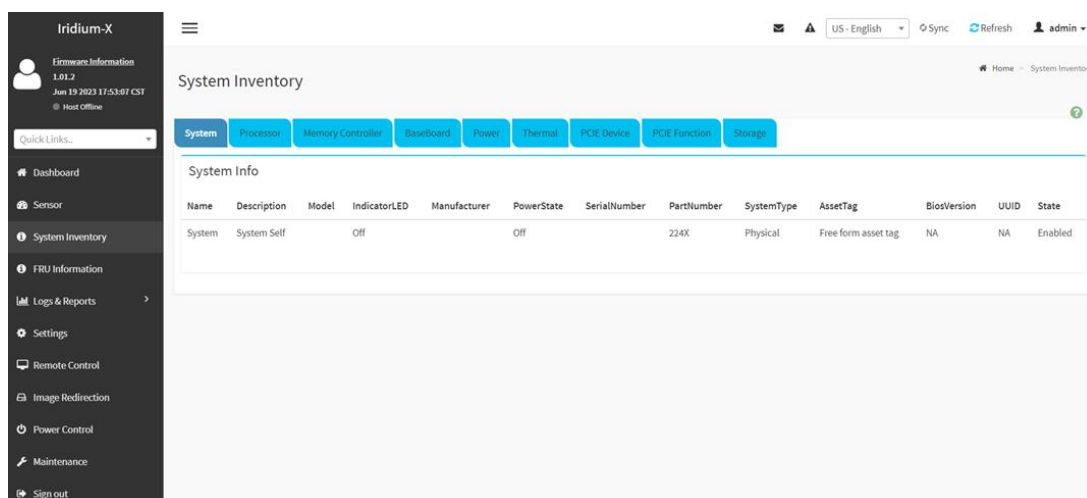

Рисунок 38 - Раздел «*System Inventory*»
2) Раздел «*System Inventory*» позволяет получить информацию об отдельных компонентах сервера, их взаимосвязях и состоянии (см. Рисунок 38).